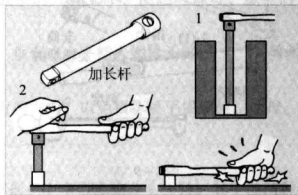

图 1-6
(3) 将套筒套住螺栓或螺母上，转动快速摇柄或棘轮手柄进行拆装。如图 1-6 所示。